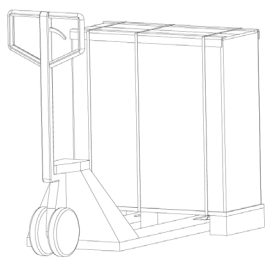

Fig. 4.
- ☐ Pour déballer un équipement, suivre la séquence de la figure 4 à 7 (couper les bandes de l'enveloppant en carton et l'enlever vers le haut comme une capote ou bien démontez-le avec les outils nécessaires si l'enveloppant est en bois ; enlevez les cantonnières et le housse en plastique. L'ASI restera nu sur la palette.